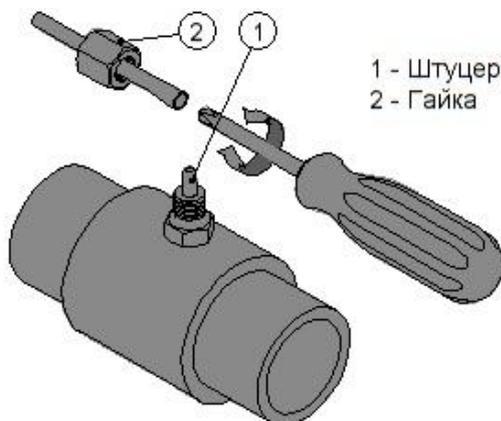

Рис.4.2-6 Развальцовка трубки PTFE
Для соединения трубок PTFE с ниппелями или клапанами впрыска станции Кристалл используется типовое сочетание штуцера и накидной гайки. Штуцер – это конусообразный выступ с торца подключаемого элемента (ниппеля или клапана впрыска, см. рис.4.2-6 поз.1).
- Скрутить гайку со штуцера и надеть её на трубку PTFE, как это показано на рис.4.2-6;